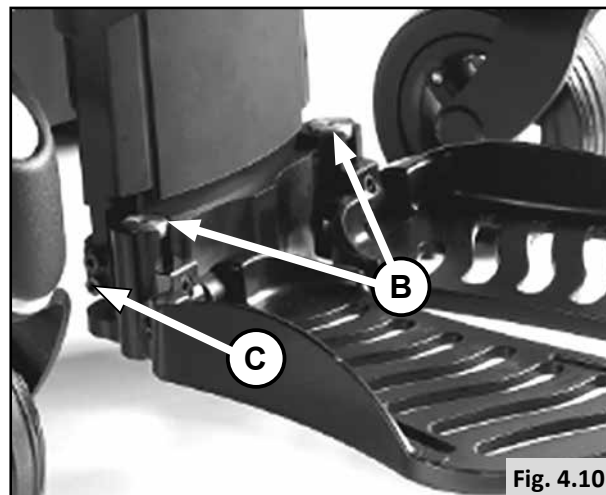

Fig. 4.10
4.4.1 Voreinstellung der Unterschenkelänge (Fig. 4.10)
- Lockern Sie die Schrauben an beiden Seiten der Fußbretter und nehmen Sie sie ab. (C).
- Ziehen Sie die Schrauben an (die 2 unteren). (C).
- 4 Schrauben lockern (A)
- Schraube B (Fig. 4.10) drehen, um die Höhe des Fußbretts einzustellen.
- 4 Schrauben anziehen (A)